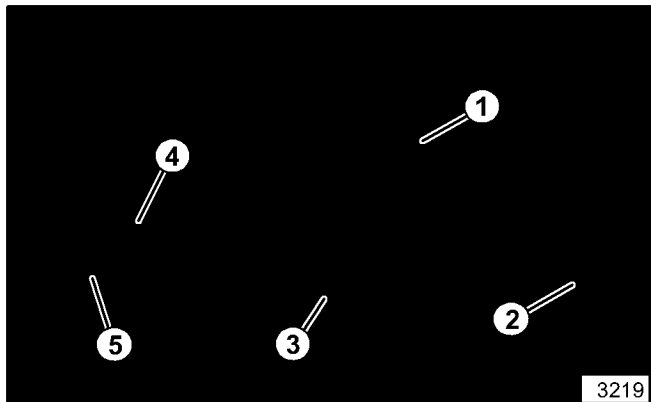

Abbildung 35. Ausgangswelle
14. Den Keil und das Einzelzahnrad (siehe Abbildung 35) an der Welle installieren (sicherstellen, daß die Seite mit dem großen Vorsprung auf den Sicherungsring gerichtet ist).